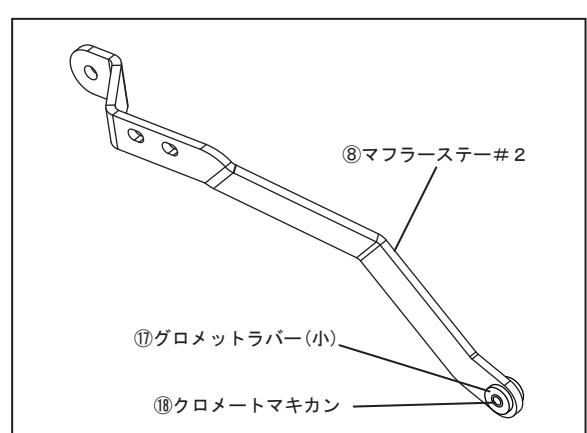

FIG. 11
8. ⑧マフラーステー#2に⑯グロメットラバー(小)、⑰クロメートマキカンを取り付けて下さい。(FIG. 11参照)